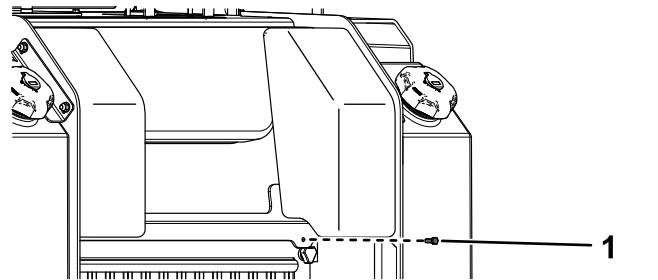

Figure 41
1. Retirez la fixation (Figure 41).
2. Soulevez le capot d'accès arrière et fixez la béquille pour accéder aux composants internes (Figure 41).